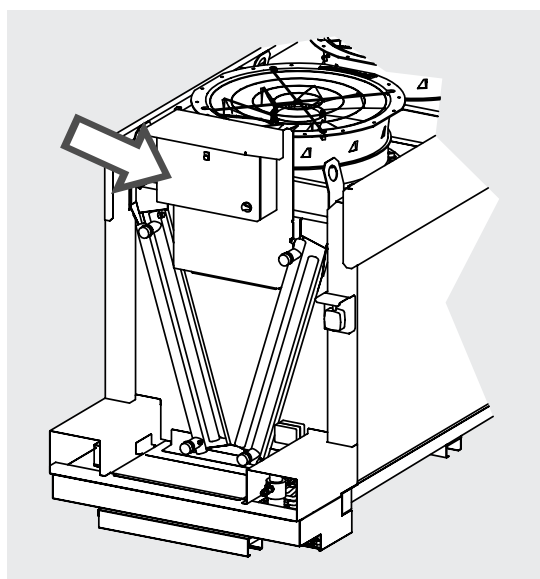

Abbildung 12
- 8.1 Detaillierte Informationen entnehmen Sie bitte dem Schaltplan der Schalttafel und anderen mit dem Modell gelieferten Diagrammen. Siehe Abbildung 12.